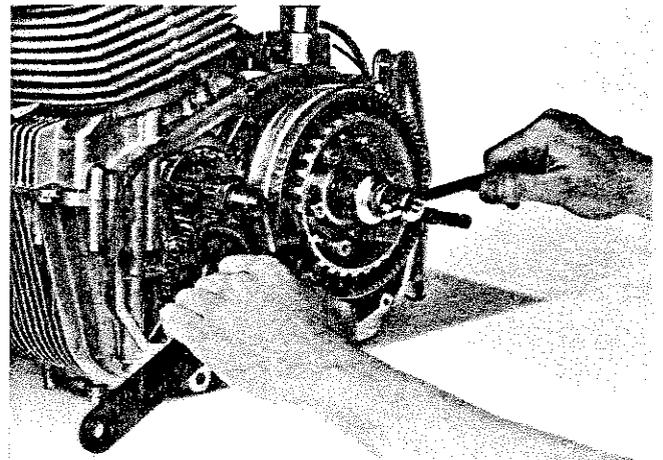

Fig. 113
- 10) Tenendo fermo il disco conduttore della frizione con l'apposito attrezzo, con una chiave da 30 mm svitare il dado con filettatura SINISTRA (Fig. 113).
- 10) Holding the clutch hub with the special tool, unscrew the LEFT-HAND threaded nut with a 30 mm spanner (Fig. 113).